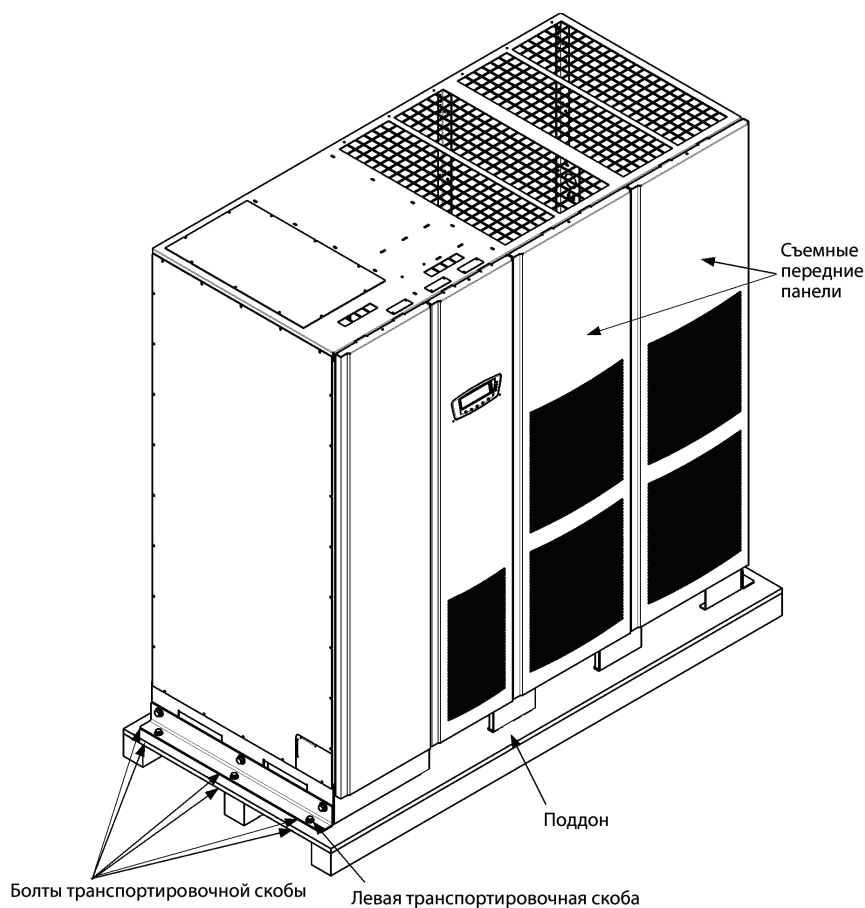
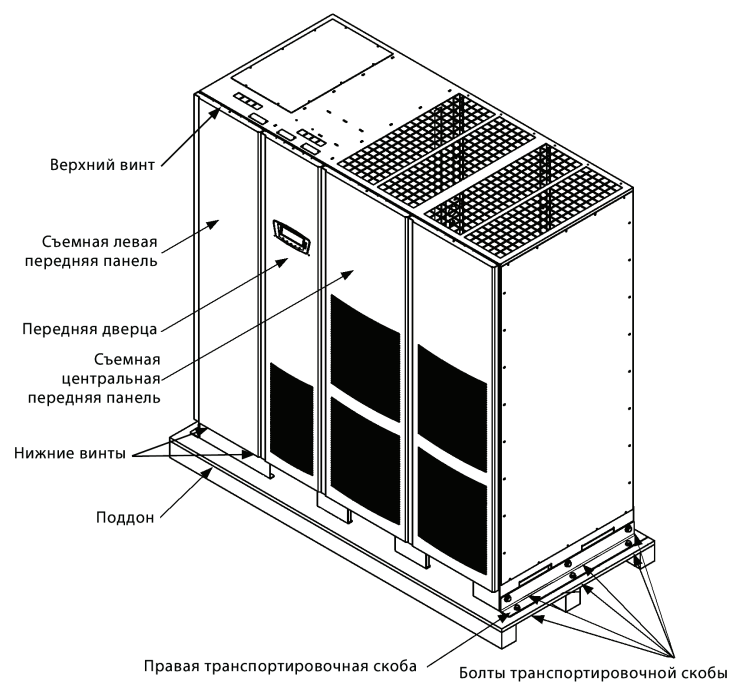

Рис. 4-1. Отсоединение левой транспортировочной скобы
Рис. 4-2. Отсоединение правой транспортировочной скобы
2. Извлеките три болта, крепящие левую сторону транспортировочной скобы к шкафу, и три болта, крепящие скобу к поддону (см. Рис. 4-1). Снимите левую транспортировочную скобу. При перманентной установке шкафа сохраните транспортировочную скобу и болты для последующего применения.
3. Извлеките три болта, крепящие правую сторону транспортировочной скобы к шкафу, и три болта, крепящие скобу к поддону (см. Рис. 4-2). Снимите правую транспортировочную скобу. При перманентной установке шкафа сохраните транспортировочную скобу и болты для последующего применения.
9. Используя имеющиеся болты снова прикрепите транспортировочные скобы, снятые в шагах 2-3, с левой и правой стороны шкафа ИБП таким образом, чтобы уголок смотрел наружу (см. Рис. 4-1 и Рис. 4-2).
1. Выкрутите один верхний и два нижних винта, используемые для крепления левой передней панели ИБП (см. Рис. 4-2 на стр. 31). Поднимите панель вверх, чтобы снять ее с кронштейна, расположенного в верхней части шкафа.
2. Если еще не сделано, выкрутите один верхний и два нижних винта, используемые для крепления левой передней панели ИБП (см. Рис. 4-2 на стр. 31). Поднимите панель вверх, чтобы снять ее с кронштейна, расположенного в верхней части шкафа.